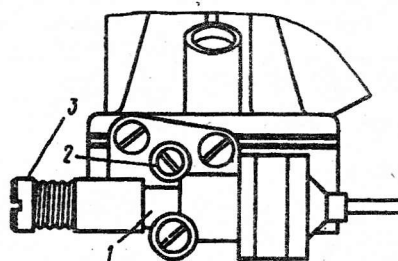

Рис. 29. Регулировочные винты карбюратора:
**Регулировка холостого хода двигателя** производится заводом-изготовителем микроавтобуса и станциями технического обслуживания. Винт качества пломбируется специальным пластмассовым колпачком 2 (рис. 29). До-